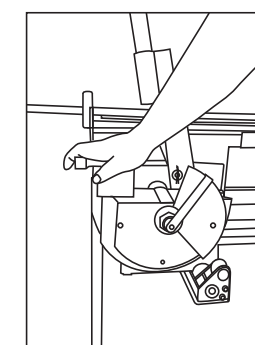

Fig. 6
7. Pour réinitialiser le sabot en vue du prochain cintrage, soulever la poignée du cliquet tout droit vers l'avant et appliquer une force vers le bas avec la main sur le devant des crochets du sabot (Fig. 6) et le sabot retournera à la marque du « 0 » degré.